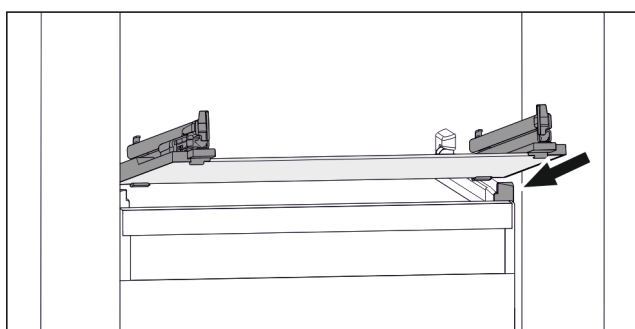

Fig. 141 Klaasplaadi näitlik kujutus
- ▶ Pange klaasplaat kaldu peatajate taga peale. (vt. Fig. 141)